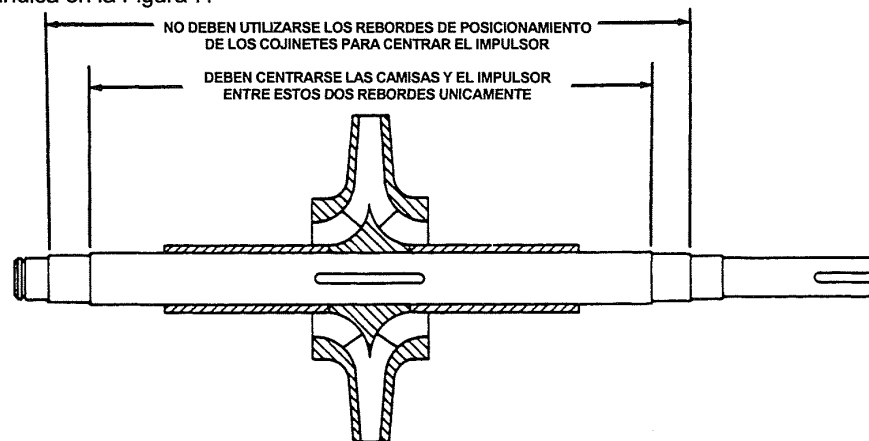

FIGURA 7
C. Instálase la chaveta del impulsor (102) en el eje (4), deslizando, luego, el impulsor sobre la chaveta y centrandolo entre los rebordes del eje como se indica en la Figura 7.
Debe instalarse la chaveta al eje, y luego recubrir el área de posicionamiento del impulsor sobre el mismo eje con Loctite 601. Seguidamente, debe presionarse el impulsor sobre el eje, centrandolo entre los rebordes correspondientes según lo indicado en en la Figura 7.
PRECAUCION: DEBE OBTENERSE LA POSICION LINEAL CORRECTA DEL IMPULSOR Y, ASI MISMO, DEBEN QUEDAR CORRECTAMENTE UBICADAS LAS CAMISAS DEL IMPULSOR. PUEDE CONSULTARSE LO ANTERIOR EN LA FIGURA 7, PAGINA 19, DE ESTE MANUAL. AL ESTAR LA BOMBA DOTADA CON ELLAS, DEBEN APRETARSE LAS TUERCAS DE LAS CAMISAS DEL IMPULSOR ANTES DE TRANSCURRIR UN LAPSO MAYOR A 10 MINUTOS DESPUES DE HABERSE APLICADO EL LOCTITE. SE LOGRA UN CORRECTO POSICIONAMIENTO LINEAL DEL IMPULSOR SOBRE EL EJE, DEJANDO EXPUESTOS POR IGUAL AMBOS EXTREMOS DEL EJE, O IGUAL NUMERO DE SUS ROSCAS EXPUESTAS EN SUS DOS EXTREMOS, AL COMPLETARSE EL ENSAMBLE DE DICHO IMPULSOR AL EJE. PARA PERMITIR EL ADECUADO ENDURECIMIENTO O FRAGUADO DEL LOCTITE DEBERAN TRANSCURRIR AL MENOS 4 HORAS ANTES DE PROCEDER A COMPLETAR EL ENSAMBLE DE LA BOMBA.